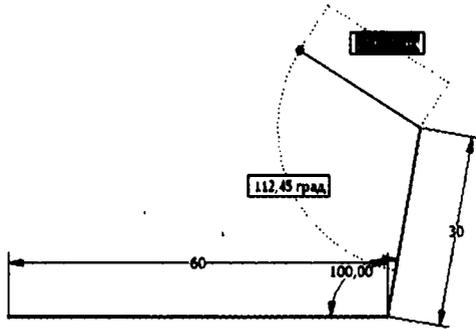

Рис. 3.4. Добавление значений размеров создает параметрические размеры налету
12. Щелкните в рабочем пространстве, чтобы поместить отрезок, и обратите внимание, что доступны новые размеры, как показано на рис. 3.4.